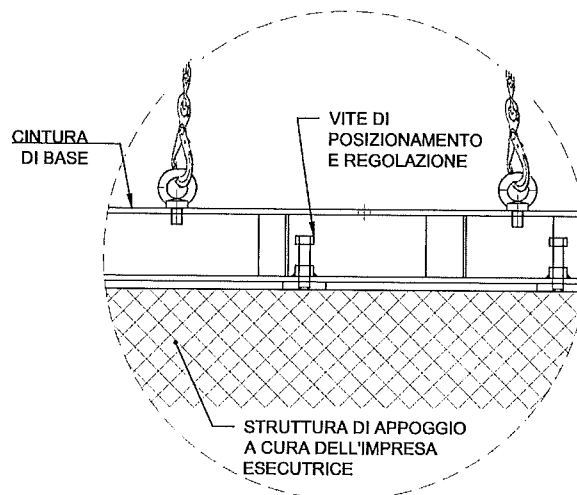

Fig.9
3. Mantenendo attiva l'imbracatura all'apparecchio di sollevamento, posizionare la cintura di base sul piano di appoggio ed effettuare le regolazioni (Fig.9) ed il serraggio definitivo degli attacchi rapidi a tre rinforzi.